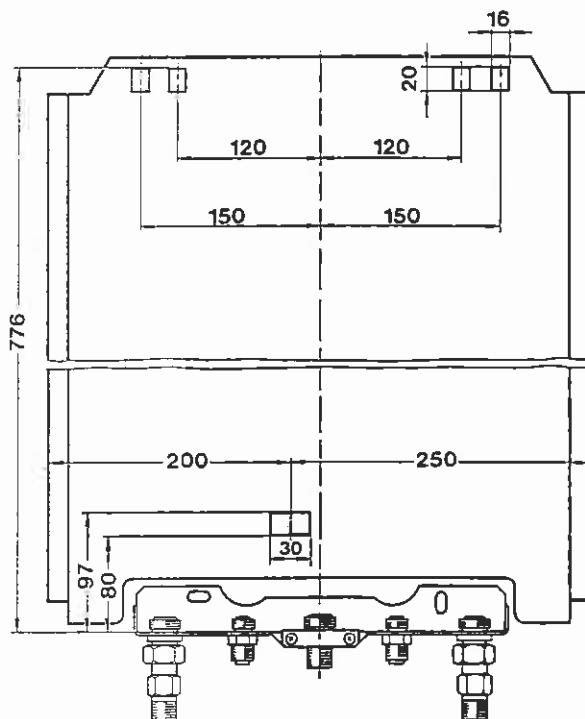

Fig. 18
Placeringen af kabeltilslutninger for net og styring er vist på fig 18. (mørkt felt).
- Tilslutningskablet forbindes til klemmerne L, N og \oplus (fig 18)